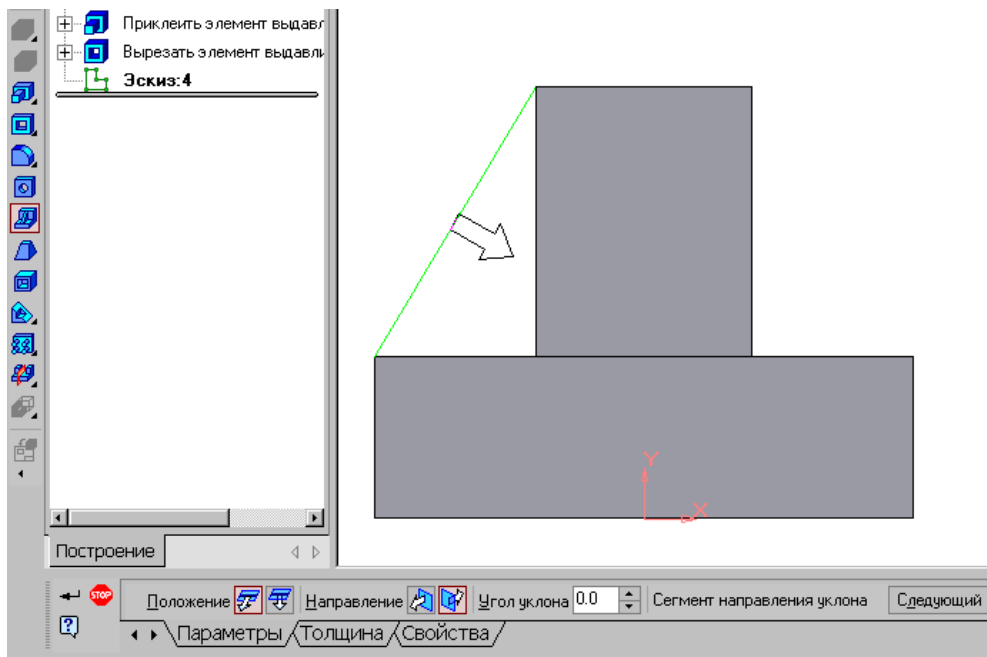

Рис. 3.2.14: Побудова ребра жорсткості
- положення ребра жорсткості щодо площини ескіза (рис. 3.2.14);